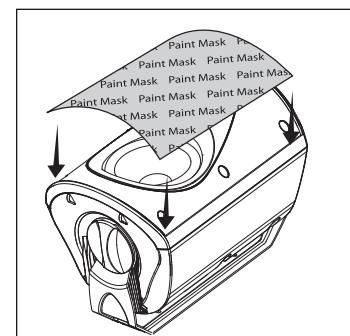

FIGURA 7: Enmascare los excitadores y los bafles.
FIGURA 6: Enmascare las terminales, que se encuentran en la parte de atrás del altavoz [figura 6], los paneles de extremo y las perillas de soporte, y enmascare cuidadosamente la parte de adelante de los altavoces para proteger los excitadores y los bafles mientras pinta [figura 7]. La rejilla tiene un logotipo que se puede enmascarar si no desea pintarlo.
2. Enmascare las terminales, que se encuentran en la parte de atrás del altavoz [figura 6], los paneles de extremo y las perillas de soporte, y enmascare cuidadosamente la parte de adelante de los altavoces para proteger los excitadores y los bafles mientras pinta [figura 7]. La rejilla tiene un logotipo que se puede enmascarar si no desea pintarlo.